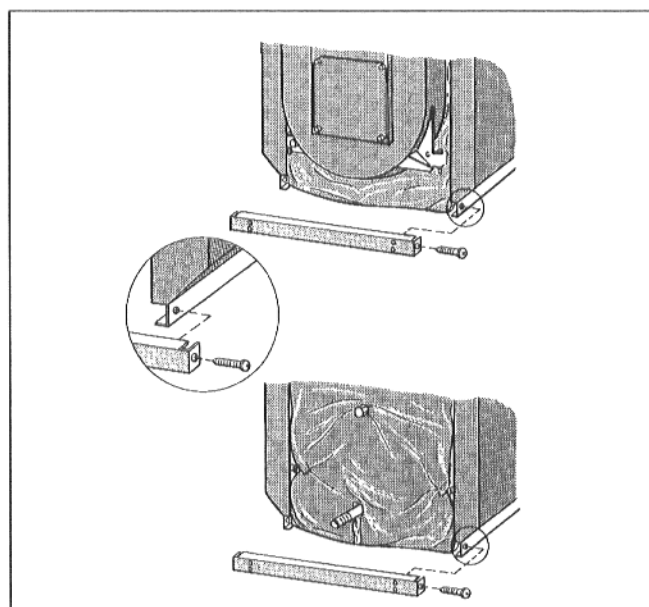

Рис. 11
- Надвинуть на боковую стенку переднюю и заднюю цокольную планку окантовкой наружу и привинтить справа и слева, используя по 2 самонарезных винта (Рис. 11).